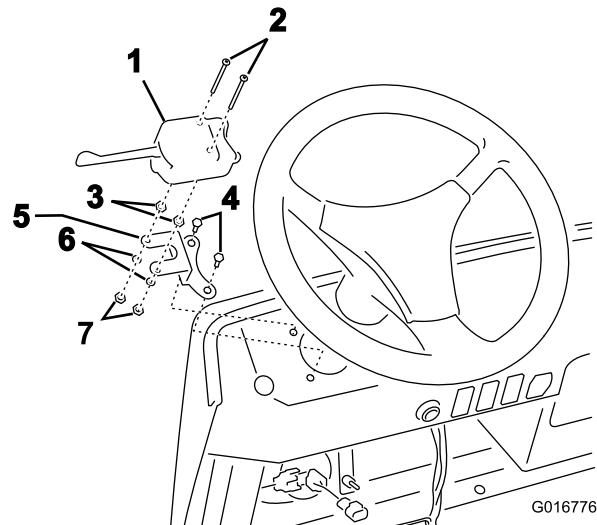

図 2
2. シグナルコントローラについているねじ(2本)を取り外し、代わりに、付属部品の中にある長いねじを取り付ける(図 2)。